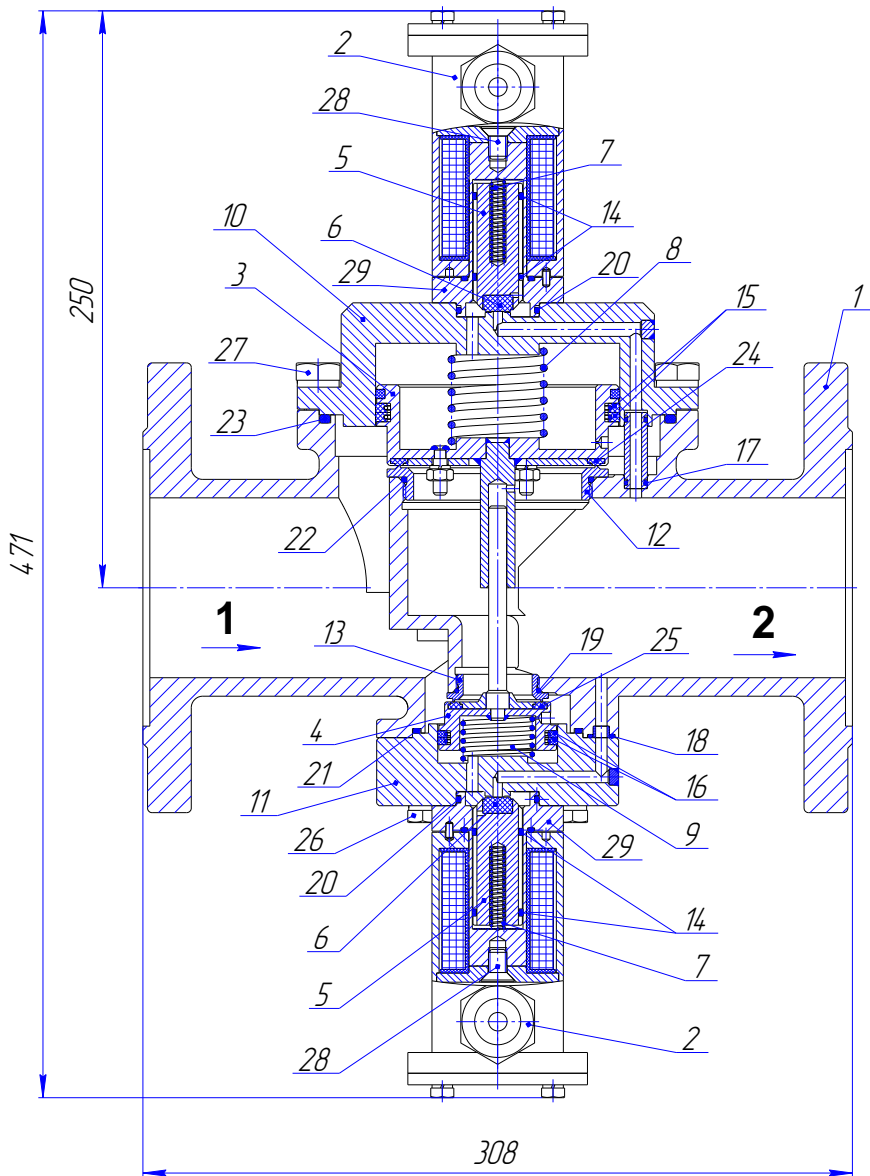

Рис. 1. Клапан. Общий вид
4.7 Материалы основных деталей клапана, контактирующих с рабочей средой, (см. рисунок 1):
Клапан состоит из следующих основных узлов и деталей (см. рисунок 1): корпуса 1, электромагнитных приводов 2, затворов 3 и 4, сердечников 5 с уплотнениями 6, камер 10 и 11, возвратных пружин 7, 8 и 9, вставок 12 и 13.
Обозначения на рис. 1: **1**—корпус(Сталь 10X18H9Л ГОСТ 977-88), **2**-электромагнитный привод (см.рис.3)), **3,4**-затвор (Сталь 14X17H2 ГОСТ 5632-72), **5**-сердечник (Сталь 14X17H2 ГОСТ 5632-72), **6,24,25**-уплотнение (резиновая смесь. Марка в зависимости от исполнения), **7,8,9**-пружина (Проволока ВО-2 ТУ3-1002-77), **10,11**-камера(Сталь 14X17H2 ГОСТ 5632-72), **12,13**-вставка (Сталь 14X17H2 ГОСТ 5632-72), **14,15,16**-кольцо (фторопласт Ф4К20 ТУ 6-05-1413-76), **17,18,19,20,21,22,23**-кольца уплотнительные (резиновая смесь. Марка в зависимости от исполнения), **26,27**-болт А2 DIN933), **28**-винт А2 DIN963, **29**-трубка разделительная(Сталь 12X18H10Т ГОСТ 5632-72/14X17H2 ГОСТ 5632-72),